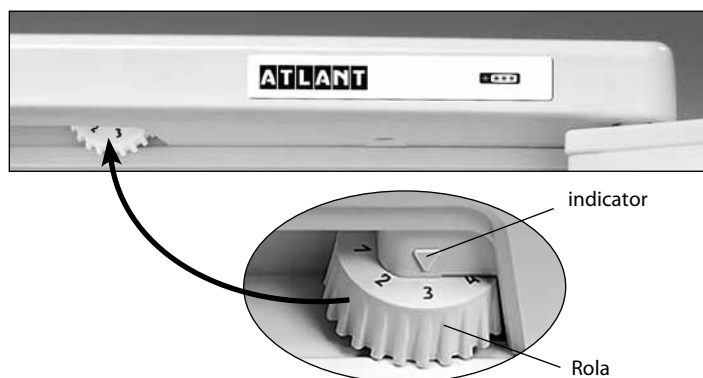

Figura 3 – Controlul temperaturii
1.5 Organ de reglare a temperaturii în conformitate cu figura 3 este rolul de reglare a temperaturii (în continuare – rol). Rolul se rotește în sensul acelor de ceasornic și invers acelor de ceasornic și are diviziuni cu cifre notate și se instalează la diviziunea selectată. Diviziunea cu marcarea la «1» corespunde temperaturii cea mai ridicată (răcirea cea mai mică) în camera, la diviziunea «7» – cea mai joasă (cea mai mare răcire). Diviziunea rolului trebuie instalată sub indicator la reglarea temperaturii.
Deschideți ușa SF și setați rolul la diviziunea «2». Închideți ușa SF. Pe viitor, pentru a selecta temperatura optimă pentru depozitarea alimentelor în secțiune trebuie reglată temperatura cu ajutorul rolului, așa cum se arată în figura 3. În cazul în care, după reglare sau în urma schimbării condițiilor de exploatare, compresorul a început să lucreze continuu, este necesar să se rotească lent rolul în direcția de micșorare până la un clic a regulatorului de temperatură. După reglare, temperatura în frigider se menține în mod automat.